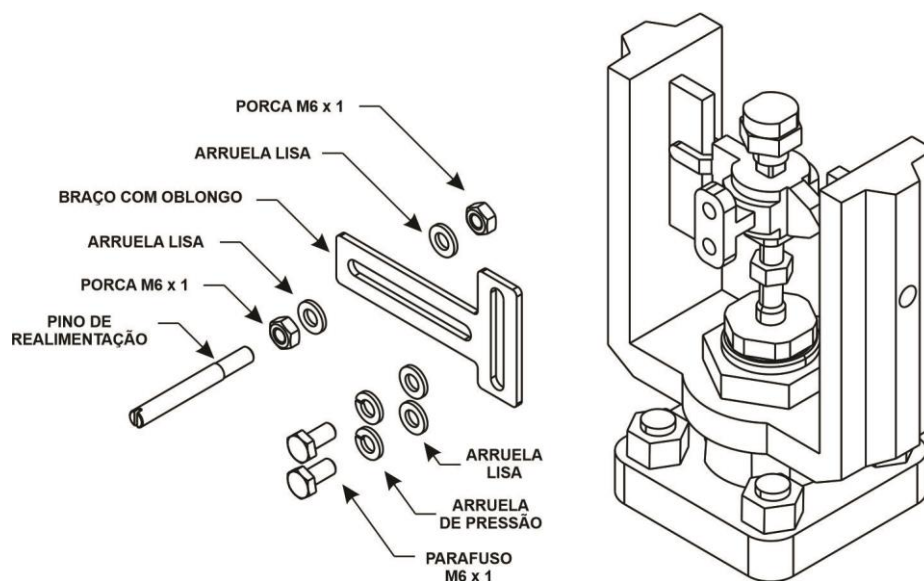

Figura 1.8 – Conjunto de feedback montado na haste do atuador
1. Prenda o pino de realimentação ao braço com oblongo (suporte com fenda) com duas porcas sextavadas M6x1 e duas arruelas lisas. Deixe a porca sextavada solta para ajuste posterior. Veja figura 1.8.
2. Prenda o braço com oblongo na haste do atuador com dois parafusos M6x1, duas arruelas de pressão (travamento) e duas arruelas lisas, mas não aperte os fixadores porque é necessário um ajuste fino. Veja figura 1.8.